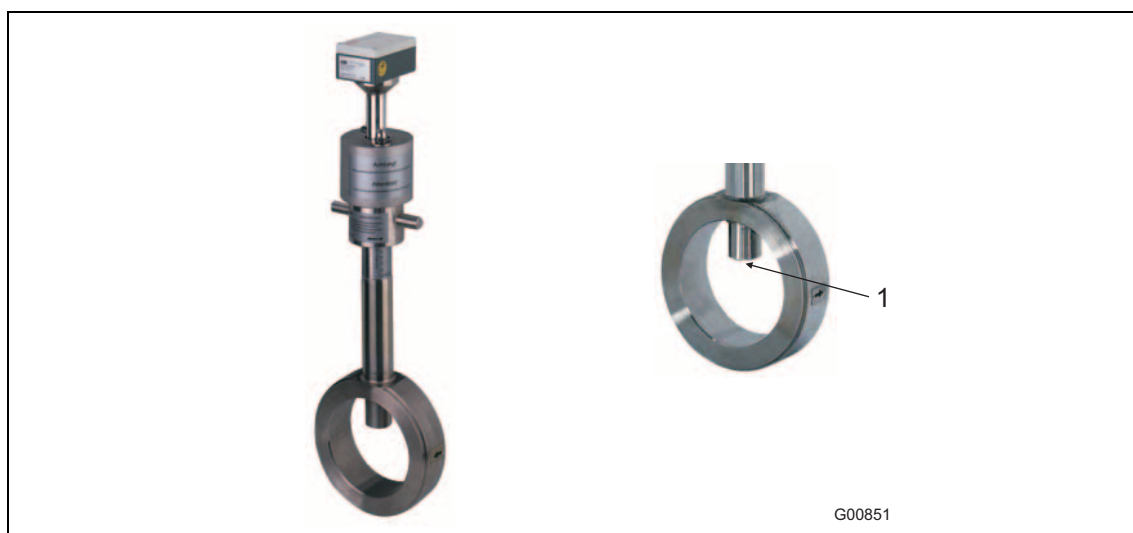

Fig. 11: Dispositivo de mudança em posição de desmontagem
O dispositivo de mudança integrado foi projectado para cargas de pressão de, no máximo, 16 bar abs. Para garantir uma mudança para peças de tubos standard da forma construtiva 1, a versão com flange intermédio (Fig. 11) para flanges DIN DN 50 e DN 80 foi projectada com o nível de pressão PN 40. Para o modelo DN 65 com nível de pressão PN 16 devem ser utilizados flanges de ligação com 4 orifícios para parafusos. Modelos em polegadas (2 ... 8") foram projectados para flanges ASME B16.5 Cl.150. Comprimentos adequados do sensor: vide Fig. 9.
Fig. 11 (imagem esquerda) mostra a versão com flange intermédio montada com dispositivo de mudança em posição de desmontagem. O tubo de guia encontra-se na posição superior final e fecha assim a abertura Sensyflow (imagem direita).
- O dispositivo de mudança tem de se encontrar em posição de desmontagem (Fig. 11), a abertura Sensyflow deve se encontrar vedada.